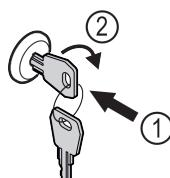

Fig. 158
- Shtyni çelësin brenda. Fig. 158 (1)
- Rrotulloni çelësin me 90° në drejtimin orar. Fig. 158 (2)